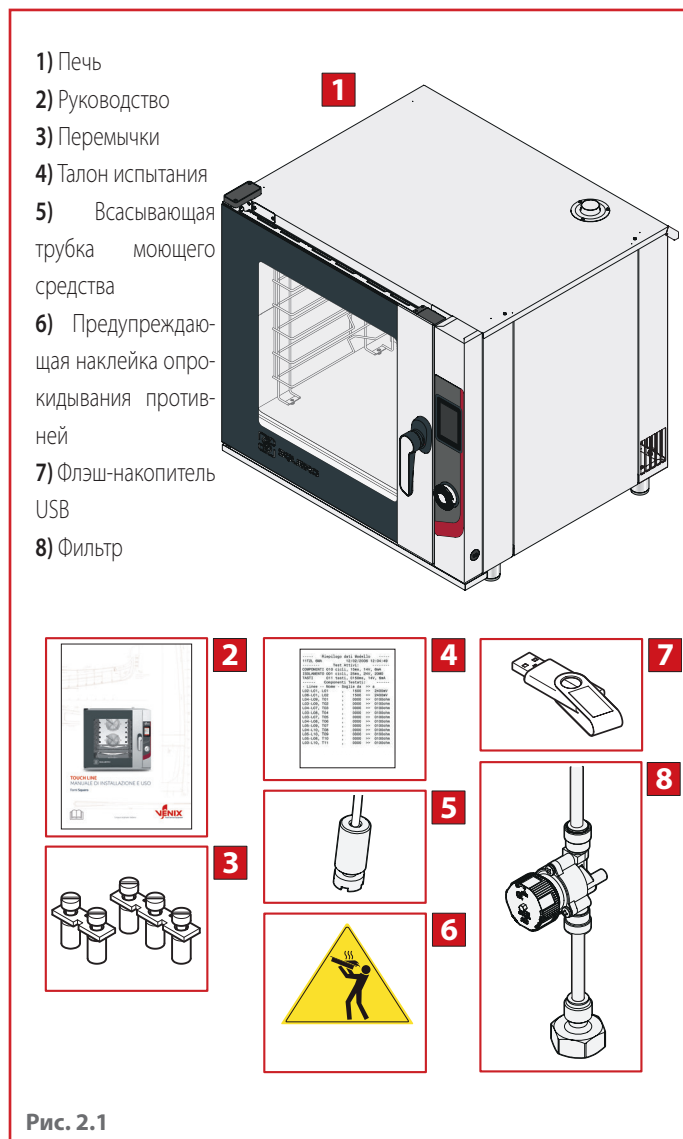

Рис. 2.1
► Рис. 2.1
В случае необходимости, обязательно приклеить наклейку "опасность ожогов",  предоставляемую с комплектации с устройством, на указанной высоте (см. **Рис. 2.1**) страница 5.